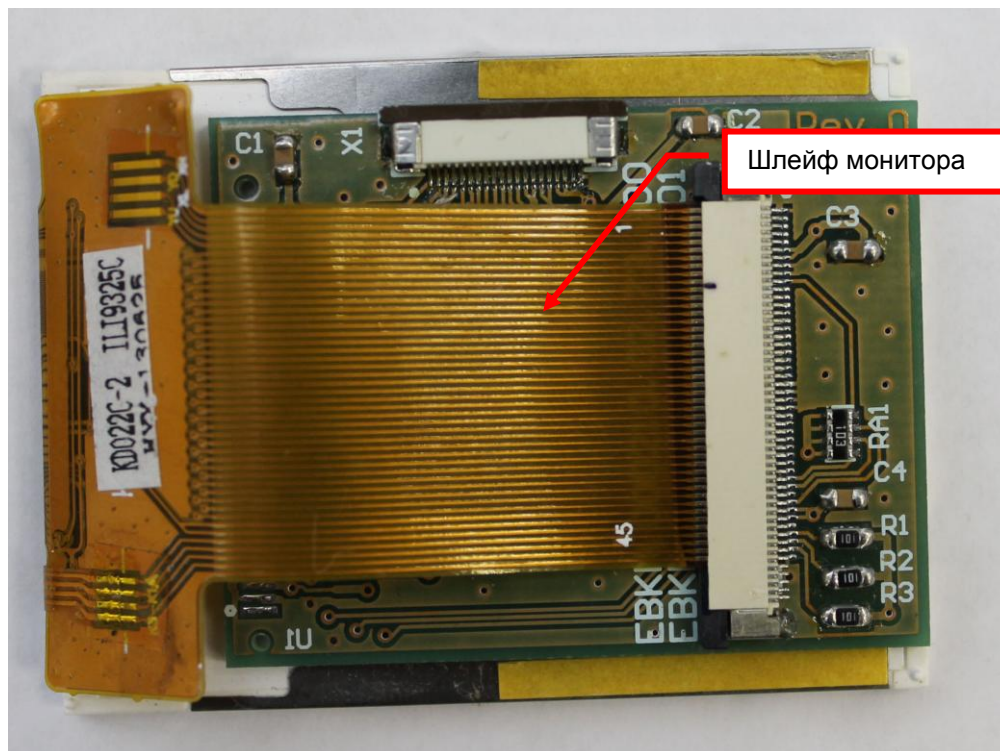

Рис. 8.19
8.7.2 Отсоедините шлейф монитора от разъема X2 модуля переходного (см. рис.8.19).